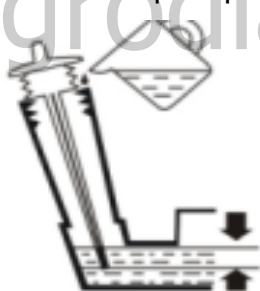

Рисунок 17
2. Выверните масляный щуп из резьбы и проверьте уровень масла (рис.17).
3. Уровень масла должен находиться между отметками "HIGH" и "LOW" (рис.17).
4. При необходимости долейте масло до отметки FULL (рис.17).